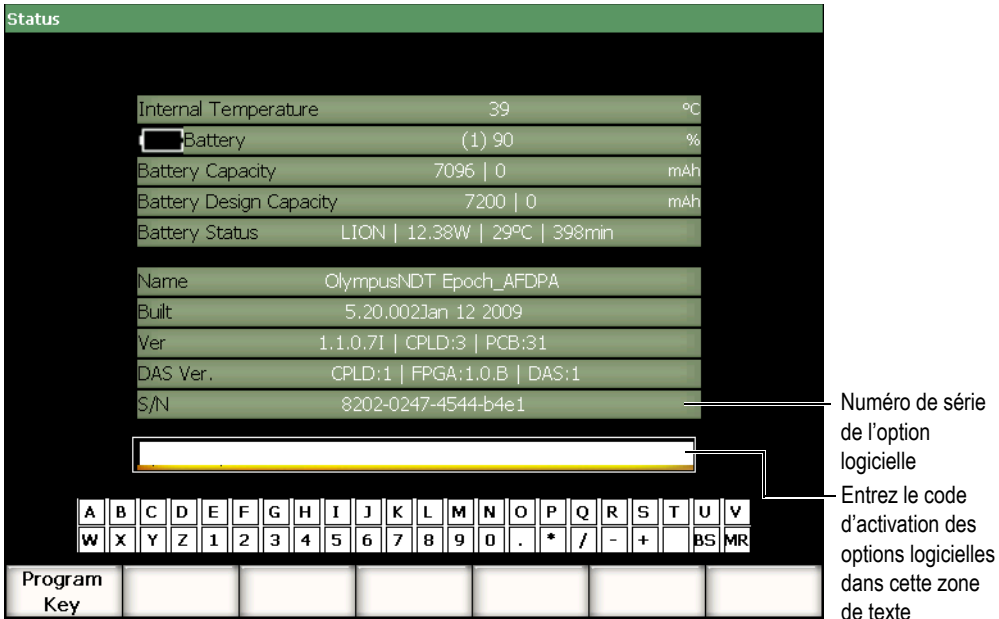

Figure 11-1 Zones d'entrée des informations pour l'activation des options logicielles
1. Sélectionnez **3/5 > Config. app. > État** pour ouvrir la page de configuration **État** montrée dans la Figure 11-1 à la page 200.
5. À l'aide du clavier virtuel, entrez le code d'activation dans la zone de texte au-dessus du clavier virtuel (voir la Figure 11-1 à la page 200).